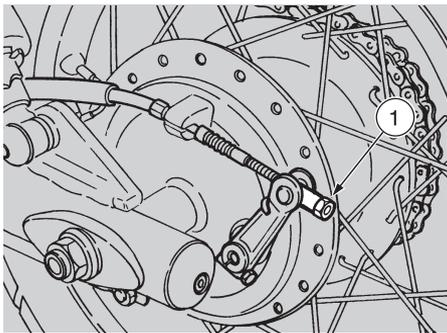

Fig. 13
FREIN ARRIERE (Fig. 13 - 14)
- ◆ Desserrer complètement le réglage (1-Fig.13)
- ◆ Récupérer la course à vide du levier du frein, en agissant sur le réglage (1-Fig. 13). La course à vide, à l'extrémité de la pédale du levier du frein, doit être d'environ 5 ÷ 10 mm.